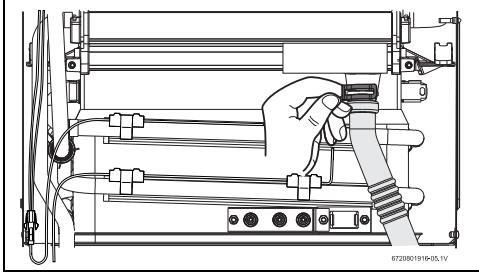

Fig. 62
- Rimuovere la fascetta e scollegare l'estremità del tubo di scarico condensa (Fig. 62).